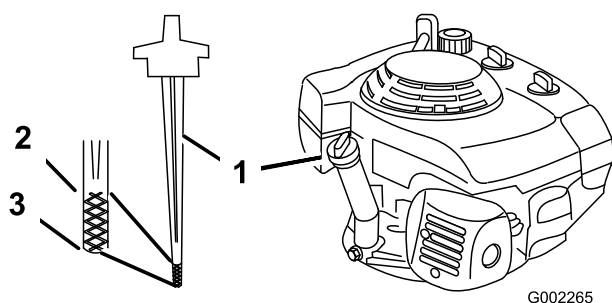

Figura 6
Antes de cada uso, compruebe que el nivel de aceite está entre las marcas inferior y superior de la varilla (Figura 6).
2. Limpie alrededor de la varilla (Figura 6).
6. Observe en la varilla el nivel de aceite (Figura 6).
7. Si el nivel de aceite está por debajo de la marca inferior de la varilla, retire la varilla y vierta **lentamente** sólo la cantidad de aceite suficiente para que el nivel llegue a la marca superior de la varilla (Figura 6).